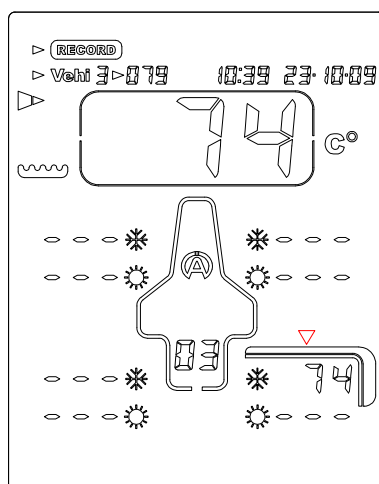

Figura 5
- 6) Pressione o botão central  para gravar a pressão medida e igualmente a data do momento; em seguida, o ponto de captação apresentado no ecrã desloca-se automaticamente de acordo com a sequência programada no menu SETUP. No exemplo (figura 5), o aparelho posiciona-se na medição da temperatura no centro do pneu traseiro esquerdo.
- 7) Coloque o captor de temperatura no pneu da forma indicada no ecrã pela seta (*figura 5*).